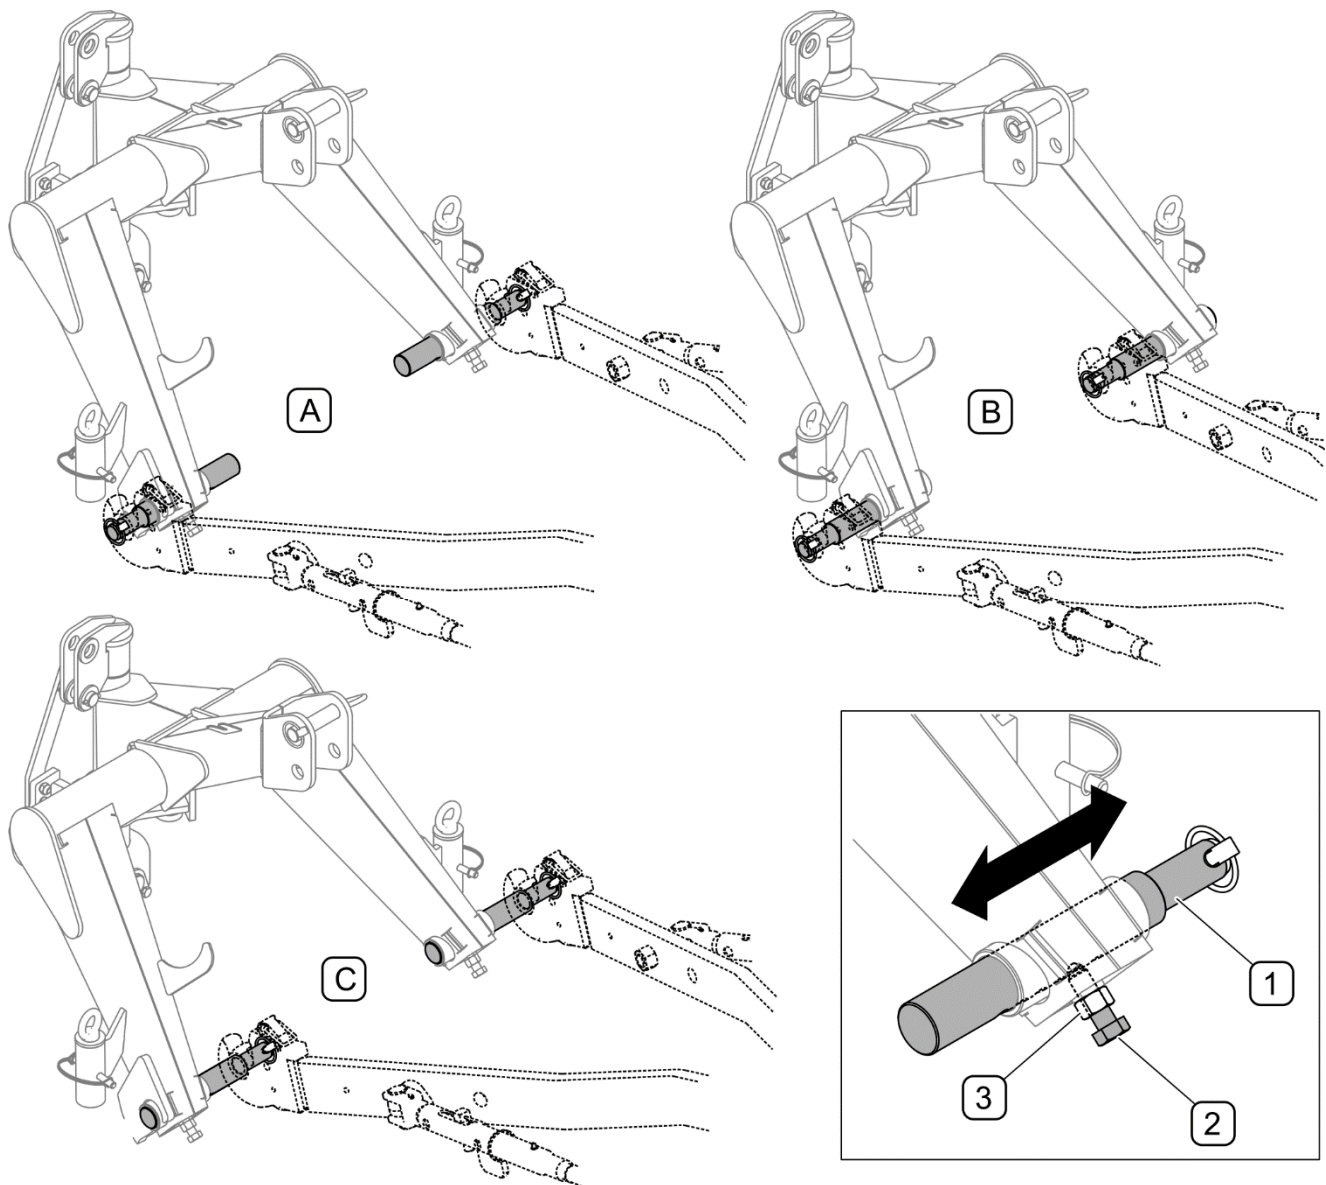

ABBILDUNG 4.2 Einstellen der unteren Bolzen der Mähwerkauflage
Mit den unteren Bolzen (1) der Mähwerkaufhängung kann der Abstand (ABBILDUNG 4.2) eingestellt werden. Um den Abstand der Bolzen zu ändern, muss wie folgt vorgegangen werden:
- Die Kontermutter (1) lösen,
- Die Einstellschraube (2) herausschrauben,
- Den Bolzen (1) nach links oder rechts verschieben, um den gewünschten Abstand einzustellen,
- Die Bolzen können ebenfalls auf die Innen- oder Außenseite des Rahmens gedreht werden (A), (B), (C), wodurch der seitliche Versatz des Mähwerks gegenüber dem Schlepper geändert wird.
- Die Position des Bolzens mit der Einstellschraube (2) und der Kontermutter (3) blockieren.